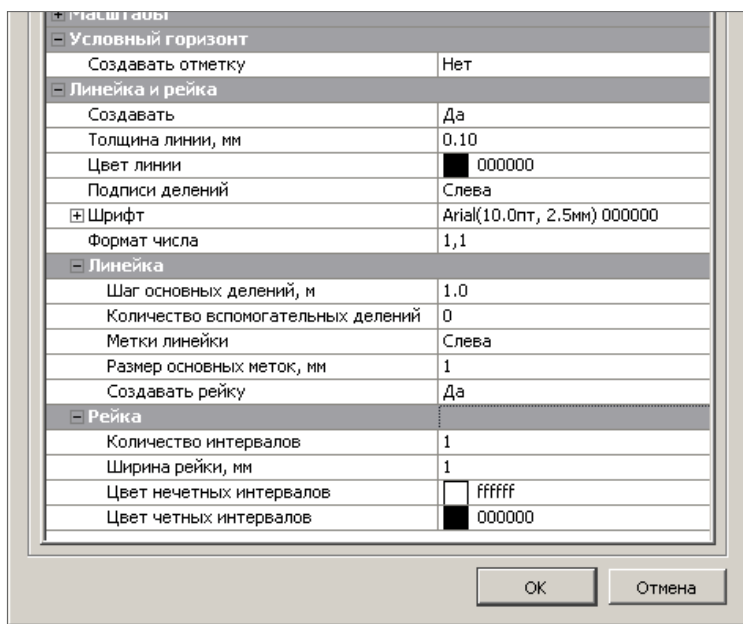

Рис. 14.3
В группах **Заголовок листа**, **Линии совмещения**, **Условный горизонт** и **Линейка и рейка** (рис. 14.2), в случае необходимости создания соответствующих элементов, выполняется настройка – *Да*. При этом открываются строки для ввода параметров, в соответствии с которыми будет выполняться вычерчивание этих элементов (рис. 14.3).
10. В группе **Линейка и рейка** выполните настройки, показанные на рис. 14.3.